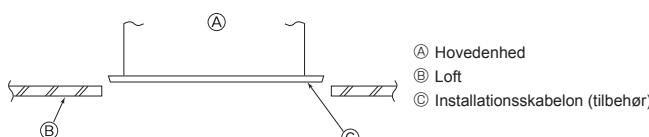

Fig. 2-7
2.6. Kontrol af hovedenhedens placering og spænding af suspensionsboltene (Fig. 2-7)